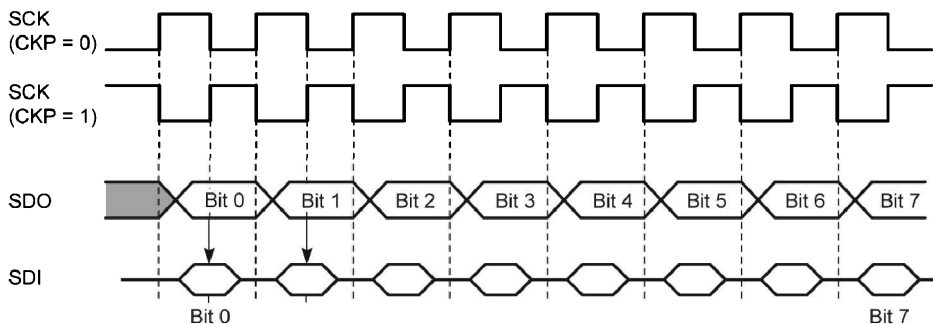

Figure 9.9 – Chronogramme général d'un échange sur une liaison SPI.
- La ligne SCK pour *Serial ClocK* est utilisée pour synchroniser les échanges de données puisque nous sommes ici en mode série synchrone ne l'oublions pas. Cette ligne est nécessairement une sortie sur le maître et une entrée sur le ou les esclaves. La figure 9.9 montre les relations de phase qui existent entre les données et cette horloge étant entendu que celles-ci peuvent varier d'un circuit à un autre mais sont généralement programmables au niveau de l'élément « intelligent » qui gère le bus.
Toutes les liaisons SPI respectent le chronogramme de principe présenté figure 9.9 mais quatre variantes existent au niveau de la prise en compte des données qui sont échangées.